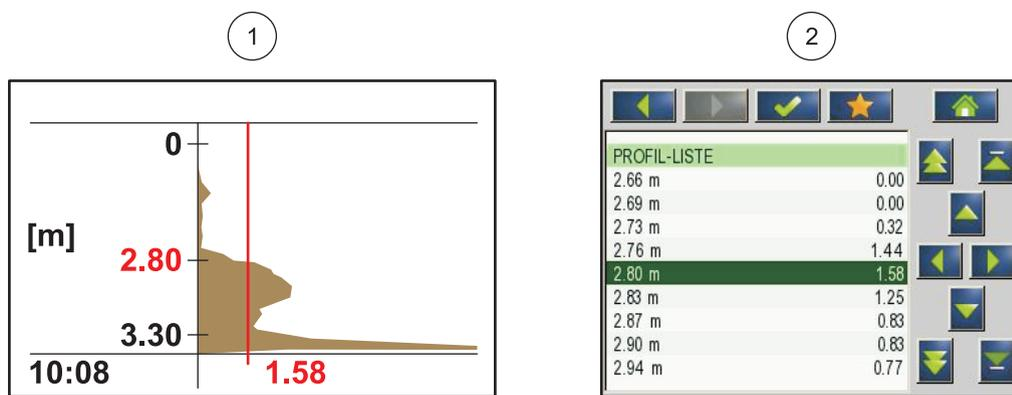

Figura 3 Profilo raffigurato come grafico e lista
indebolimento. Il risultato con il SONATAX sc viene indicato come profilo. I dati sono riportati nel menu della sonda SETUP SONDA \> TEST MANUTENZ \> SEGNALI nella lista tergi (fare riferimento a LISTA TERGI a pagina 24) ((2) Figura 3). Se si utilizza un display con funzioni grafiche (ad esempio sc1000), il profilo in modalità di misurazione verrà raffigurato come grafico ((1) Figura 3).